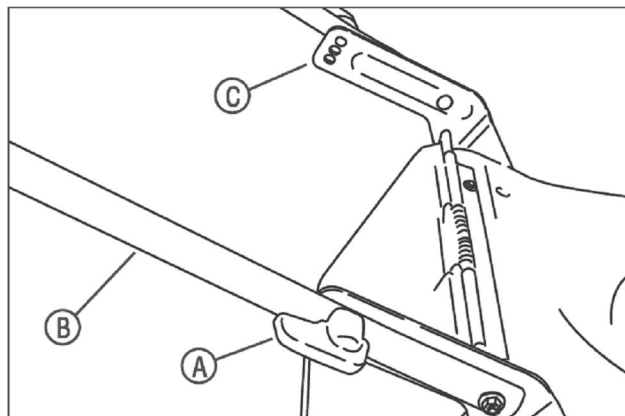

Рис. 1: Установка нижней рукоятки
- 3) Поверните ручки (А, рис. 1) с каждой стороны нижней рукоятки (В), чтобы втянуть фиксирующие штифты. Поднимите нижнюю рукоятку, выровняйте ее с одним из трех отверстий в крепежных кронштейнах (С). Поверните ручки, чтобы освободить штифты и зафиксировать нижнюю рукоятку.
- 1) Поверните ручки (А, рис. 1) с каждой стороны нижней рукоятки (В), чтобы втянуть фиксирующие штифты. Выровняйте нижнюю рукоятку с отверстием, соответствующим желаемой высоте рукоятки, расположенным на кронштейне (С). Поверните ручки, чтобы отпустить штифты и зафиксировать нижнюю рукоятку.